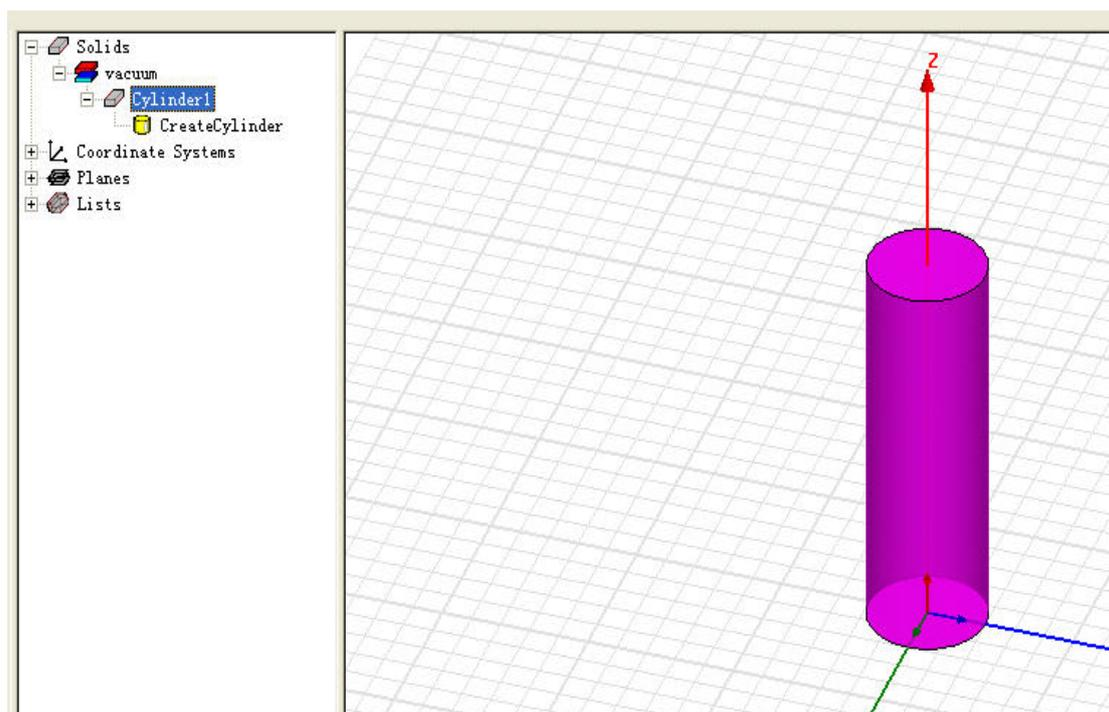
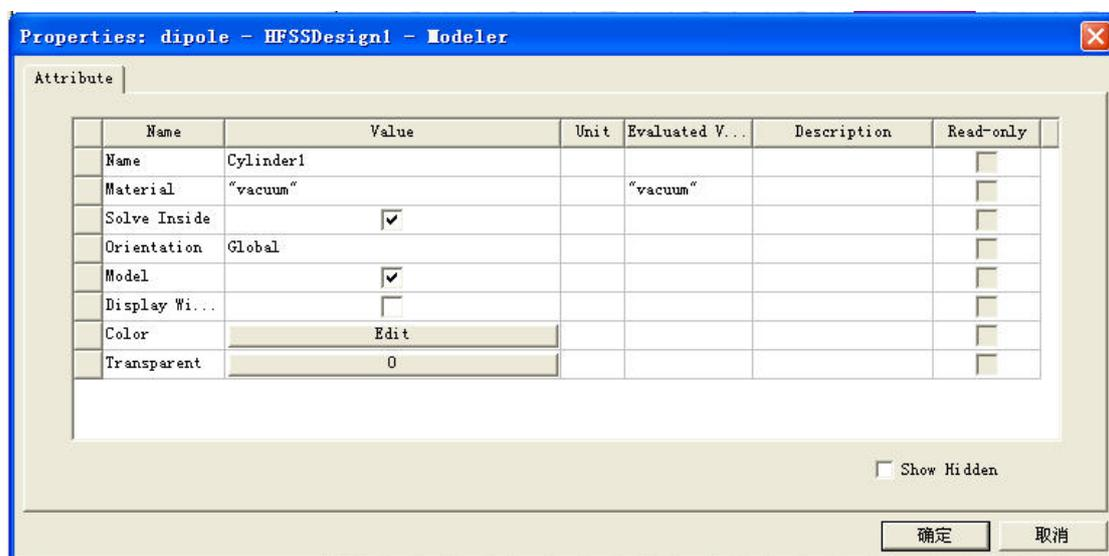

图9 圆柱体建模
图10 圆柱体 Cylinder1 的属性对话框
- 1) 偶极子天线单臂粗况建模（建立任意圆柱体）：在主菜单中选择【Draw】→【Cylinder】命令或单击工具栏上的按钮，创建一个任意大小的圆柱体，新建的圆柱体会添加到操作历史树 Solids 节点下，其默认名称为 Cylinder1，见图 9 所示。
- 2) 任意圆柱体命名: 双击图9中操作历史树中 Solids 下的 Cylinder1 节点, 打开如图10所示新建圆柱体属性对话框的 Attribute 选项卡。